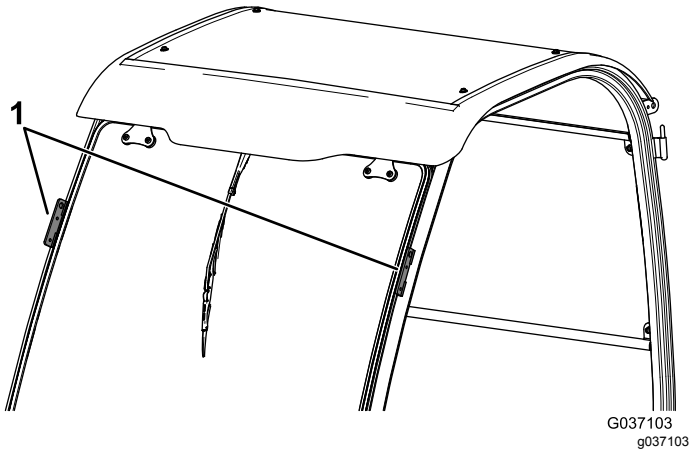

Figura 11
5. Sollevare il telaio della cabina utilizzando i punti di sollevamento e posizionarlo sulla macchina (Figura 11).